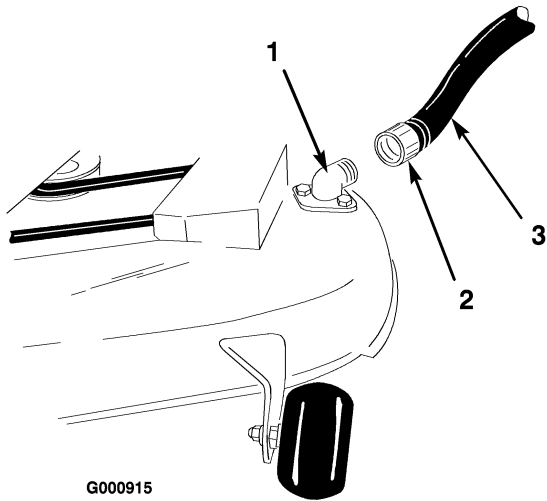

Figura 53
4. Conecte el acoplamiento de la manguera al extremo del conector de lavado del cortacésped, y abra el grifo al máximo (Figura 53).